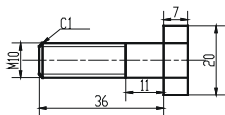

图 6-1-1
绘制如图 6-1-1 所示的螺栓零件并将其定义为图块。其具体操作步骤如下：
STEP 01 绘制螺栓。用直线工具绘制中心线，并根据图 6-1-1 所示的尺寸绘制出螺帽及螺